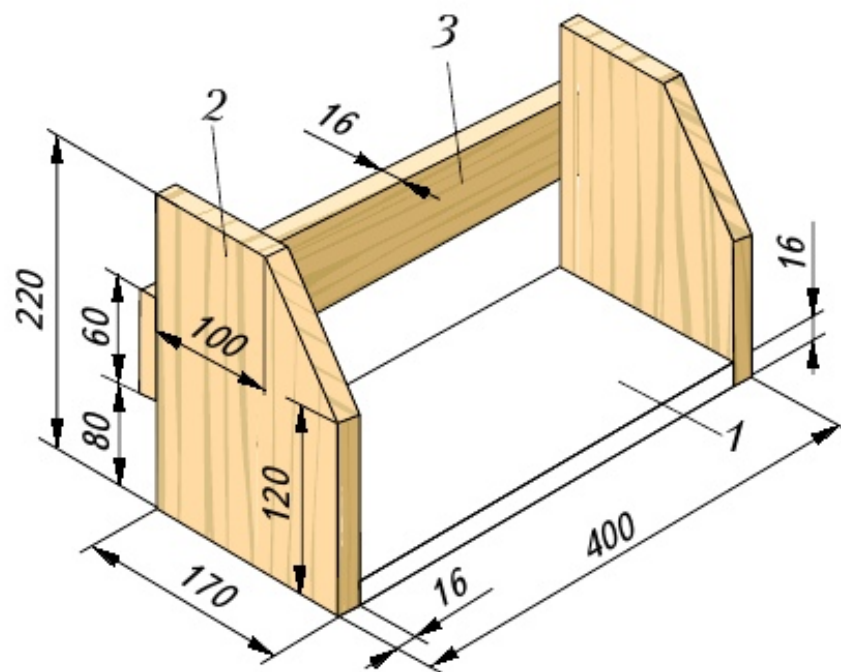

Рис. 86. Настольная полка для учебников: 1 – основание; 2 – боковая стенка; 3 – планка
5. Просверлите предварительно размеченные заготовки: деталь «карандашница» (см. рис. 70), разделочная доска «рыбка» (см. рис. 40), детали настольной полки (см. рис. 86), полочки для цветов (см. рис. 56) или детали своего проектного изделия.
Рассмотрим последовательность соединения деталей с помощью саморезов на примере крепления боковой стенки к основанию изделия «настольная полка для учебников» (рис. 86).
4. Соедините шурупами (саморезами) детали изделий: домик для птиц (см. рис. 29), настольная полка для учебников (см. рис. 86), полочка для цветов (см. рис. 56) или детали вашего проектного изделия. Проверьте качество полученного соединения.
1. Рассмотрите изображения изделий: подставка для ручек и карандашей (см. рис. 28, а), полочка для цветов (см. рис. 56), настольная полка для учебников (см. рис. 86). Определите места склейки деталей. Определите необходимость соединения на клею деталей вашего проектного изделия.